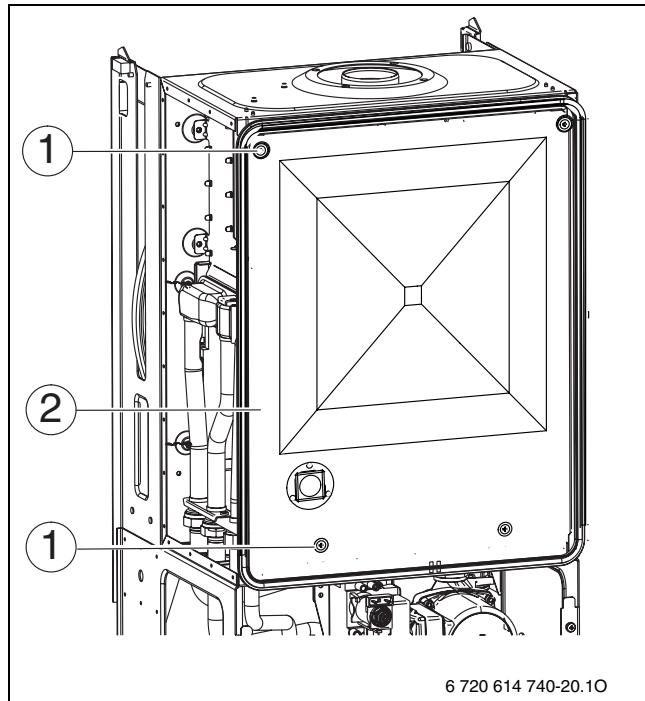

Fig. 32 Se deschide camera de aer
- ▶ Desfaceți cele patru șuruburi și scoateți capacul de cameră pentru aer (→ fig. 32, [1] și [2]).